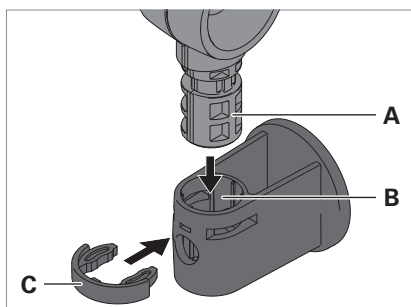

Fig. 6: Leuchte an Adapter montieren.
- Stecken Sie den Zapfen **A** am Gestänge der Leuchte in die Öffnung **B** des Adapters, siehe Fig. 6.